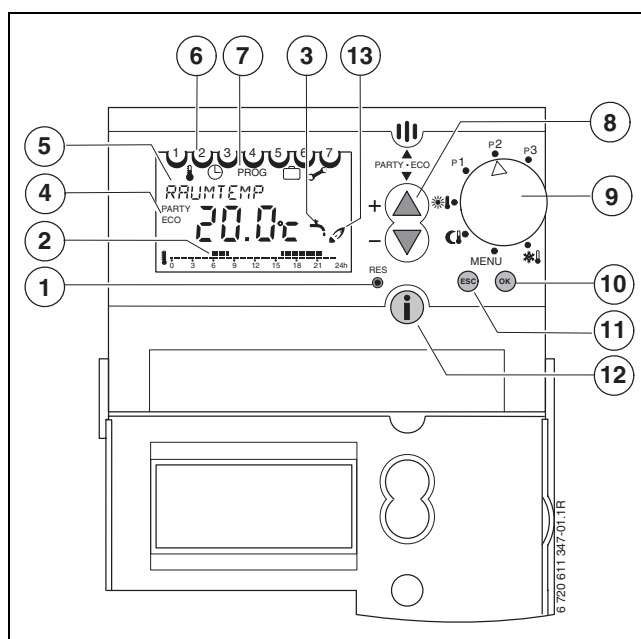

Fig. 8 Schema degli elementi di comando
- Posizionare il selettore impostazioni su **MENU** (vedi Fig. 8).